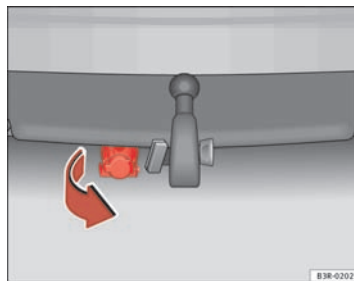

Fig. 169 Pare-chocs arrière : basculez la prise vers le bas.
- Pour raccorder les câbles électriques de la remorque, basculez vers le bas la prise située sous le pare-chocs ⇒ page 219, fig. 169.